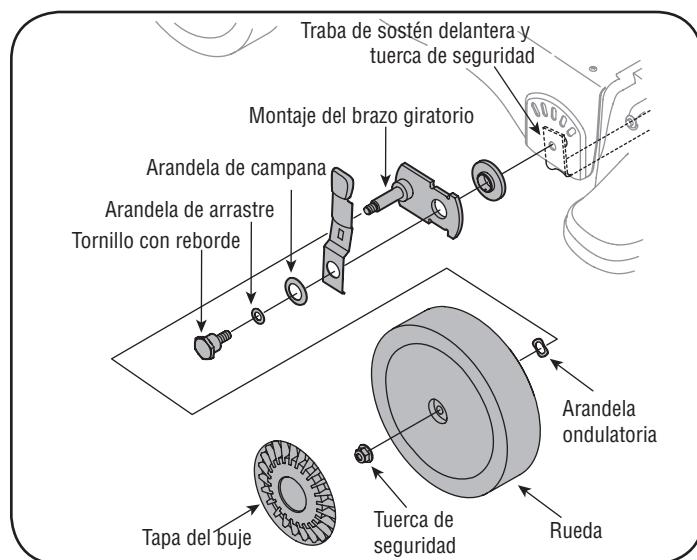

Figura 23
4. Saque las tapas de buje delanteras, las tuercas de seguridad de brida, las ruedas delanteras y las arandelas ondulatorias que van unidas a los montajes del brazo giratorio. Vea la figura 23.